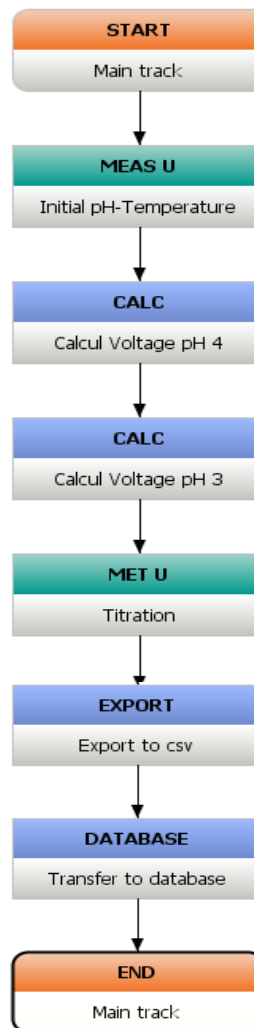

Figura 4. Secuencia de comandos del método “Alkalinity for 50 mL”
- c. Crear el método siguiendo las instrucciones del manual del software (Metrohm, 2016b) y las instrucciones del Anexo 3 para la configuración de cada comando del método (Figura 4).